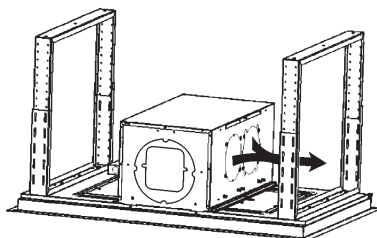

FIG. 5
3. Exeracer une pression sur le ressort métallique situé dans le compartiment des piles pour les extraire. Remplacer les deux piles avec le type 3V CR2450 (Fig.5). Remonter en répétant en sens inverse la même procédure.
5. L'orientation du ventilateur peut être changée selon l'emplacement de la sortie. Voir Fig. 5 et 6.